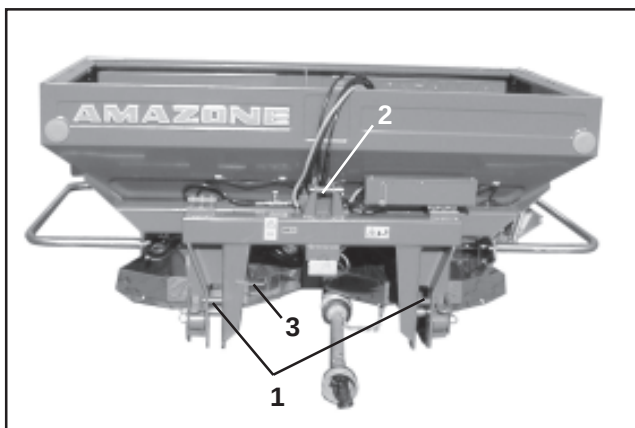

Fig. 5.1
- Introduisez les bras inférieurs du tracteur sur les tourillons (cat. II) (fig. 5.1/1) et goupillez. Introduisez le tourillon dans le perçage supérieur de la chape d'attelage inférieure et goupillez en sécurité. La chape fournie de série offre une deuxième possibilité d'attelage et permet d'atteler la machine 120 mm plus haut (par exemple pour les épandages tardifs).
- Introduisez l'axe (cat. II) (fig. 5.1/2) dans le tirant supérieur et goupillez en sécurité.
Après dépose de l'épandeur, accrocher la transmission à cardan au crochet prévu à cet effet (fig. 5.1/3).